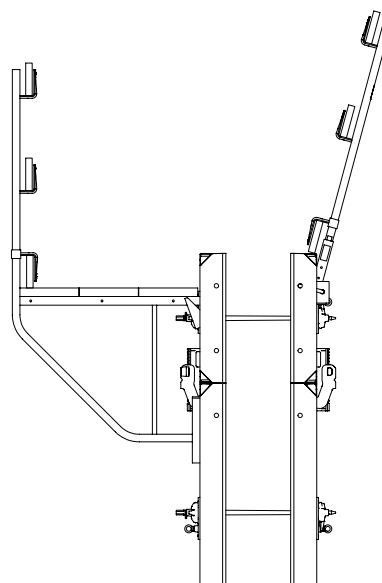

Fig. A7.37
4. Insérer les planches et les clouer. (Fig. A7.37 + A7.38)